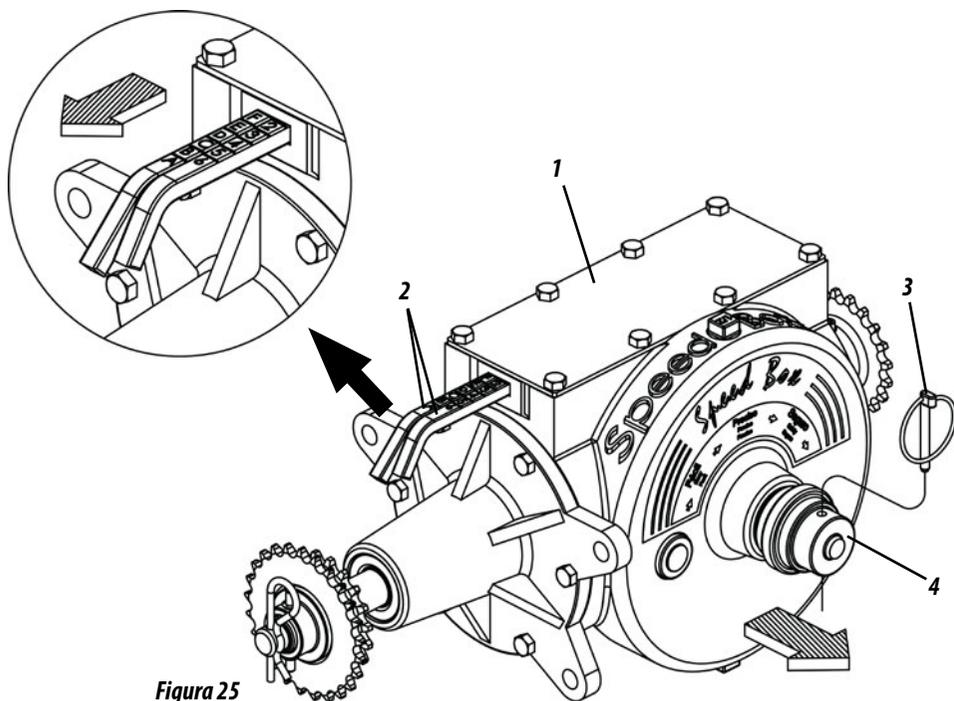

Figura 25
### SPEED BOX ( FIGURA 25 )
- 1- Selecione a quantidade desejada nas tabelas e verifique a combinação correspondente nas alavancas (2). **Exemplo:** Posição **F2** na tabela, indica que a alavanca com letras deve estar na posição **"F"** e a alavanca com números deve estar na posição **"2"**, conforme mostra a figura 25.